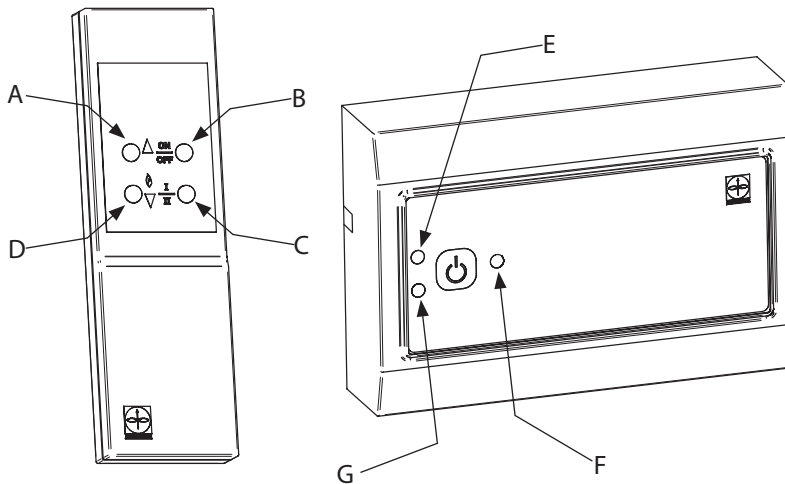

Abb.12
- Die EIN/AUS-Taste (B) und BRENNER-Taste (D) Gleichzeitig 1 sekunde bestätigen.
- Die Funktionsdiode (Abb. 12-E) blinkt GRÜN, bis ein korrekter Abzug bestätigt wird; blinkt die Diode GELB, muß die Klappe geöffnet werden; die Feuerstelle wird jetzt eingeschaltet.
- Läßt sich das Flammenbild ändern, erfolgt dies an der Hoch/Niedrig-Taste. (Abb. 12-C); die Funktionsdiode blinkt einmal für niedrig und zweimal für hoch.
- Die Drehzahl des Rauchsaugers läßt sich durch Betätigen die Tasten (Abb. 12-A und 12-D) einstellen; dabei blinkt die Funktionsdiode. Die Drehzahl läßt sich nicht unter dem Sicherheitsmindestwert einstellen.
- Zum abschalten die EIN/AUS-Taste erneut für 5 sekunden drücken (Abb. 12-B).
- Zu Ventilationszwecken den Ein/Aus Knopf drücken (Abb. 12-B). Die Betriebs-anzeige leuchtet konstant „Gelb“.
- Die EIN/AUS Taste betätigen (Abb. 12-F).
- Die Funktionsdiode (Abb. 12-E) blinkt GRÜN, bis der Rauchsauger einen ausreichenden Schornsteinzug aufgebaut hat. Blinkt die Diode GELB, ist die Frischluftklappe zu öffnen (falls vorhanden).
Funktionsdiode (Fig. 12-E)
Alarmdiode (Fig. 12-G)
Durch Drücken der EIN/AUS Taste (Abb. 12 F) für mindestens 4 Sekunden läßt sich die Drehzahl des Rauchsaugers während des Betriebes erhöhen. Durch Ausschalten wird diese wieder aufgehoben.